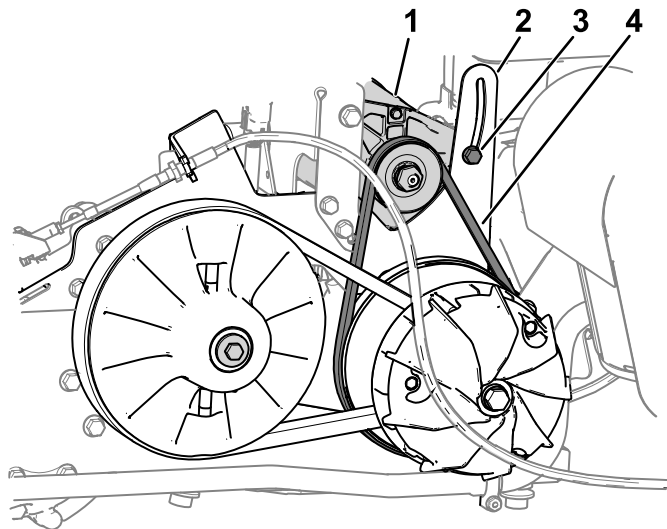

Figura 57
1. Afloje la tuerca del pivote del generador de arranque (Figura 57).
3. Aplique presión descendente sobre la palanca para hacer girar el generador del motor de arranque hacia abajo en la ranura del soporte del pivote (Figura 57), hasta que la tensión de la correa sólo permita una desviación de 6 mm con una fuerza de 44 N·m.